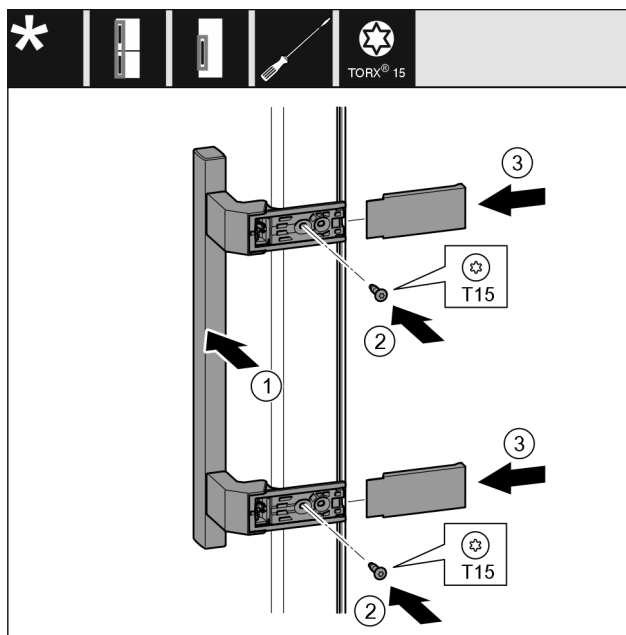

Fig. 19
- Sett på håndtaket Fig. 19 (1) på motsatt side.
- Skru fast skruene Fig. 19 (2) med en skrutrekker.
- Sett dekslene Fig. 19 (3) på siden og skyv dem på.